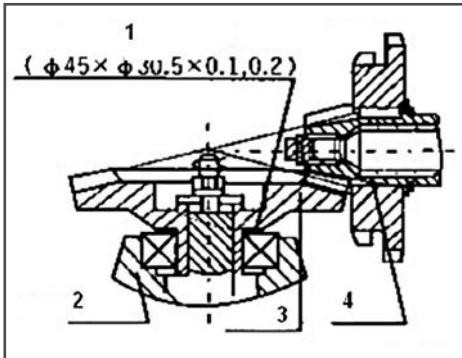

Рис. 26 Структурная схема конической зубчатой передачи
1. Регулировка зазора конической зубчатой передачи в картере коробки передач (Рис.26)